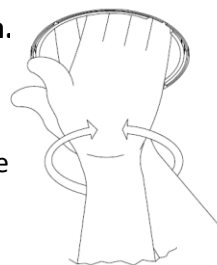

Fig.1
1. Insérer les mains à l'intérieur de la Section de finition comme à la (Fig.1) et appliquer une pression vers l'extérieur afin de la saisir.